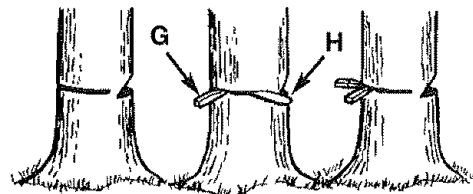

Fig. 14
1. Utilice cuñas de madera o plástico (G) para evitar que la barra o la cadena se queden atascadas (H) en el corte. La cuña también controlará la caída (Fig. 14).